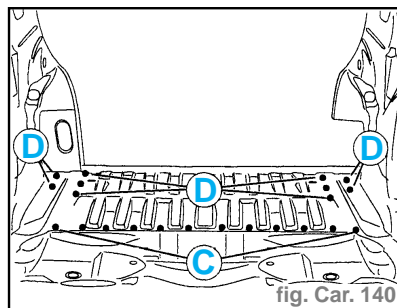

fig. Car. 140
- Solder par points bouchons au MIG (suivant C) (fig. Car. 140).